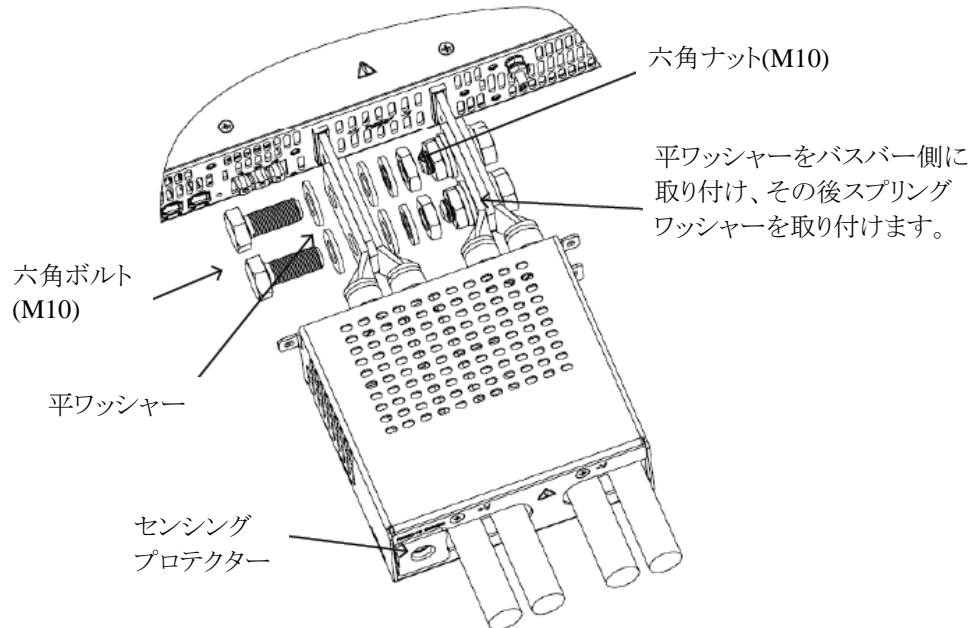

図4-56 負荷線の接続方法
3. 図4-56に示すように負荷線をバスバーに固定し、出力端子カバーを組み立てます。